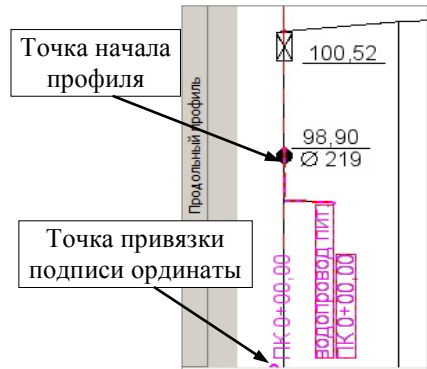

Рис. 10.2
В окне профиля в начальной точке (ПК0+00) отображаются «пересечки» с подписями существующего водопровода и колодца (рис. 10.2).
- Курсором захвата линии выберите подпись водопровода. Перейдите на курсор захвата точки и захватите точку привязки подписи (рис. 10.2).
- Сместите подпись влево или вправо от ординаты (рис. 10.2).